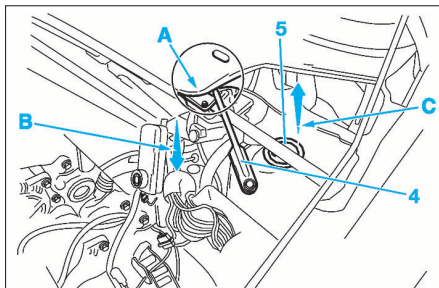

FIG. 16
Lors des opérations suivantes, veiller à ne pas mettre en contact le pare-brise et la bielle (4) dans la zone (A) (Fig.16).